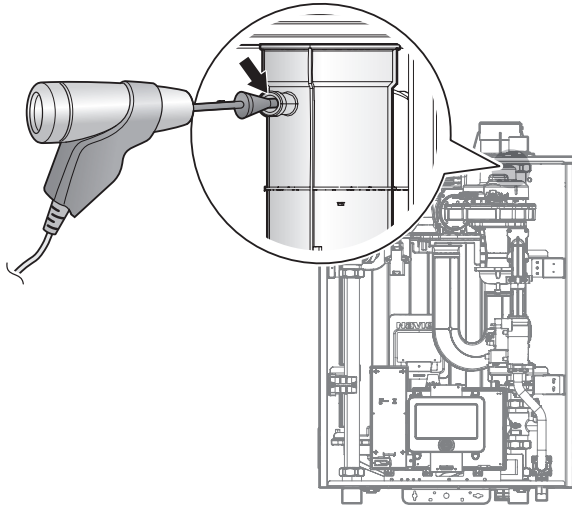

Figure 7. Insertion de l'analyseur
- a. Desserrez la vis, tournez la plaque et retirez le joint d'étanchéité pour accéder au port de surveillance des émissions, comme illustré à la figure 7.
- b. Insérez l'analyseur dans le port, tel qu'illustré à la figure 7.